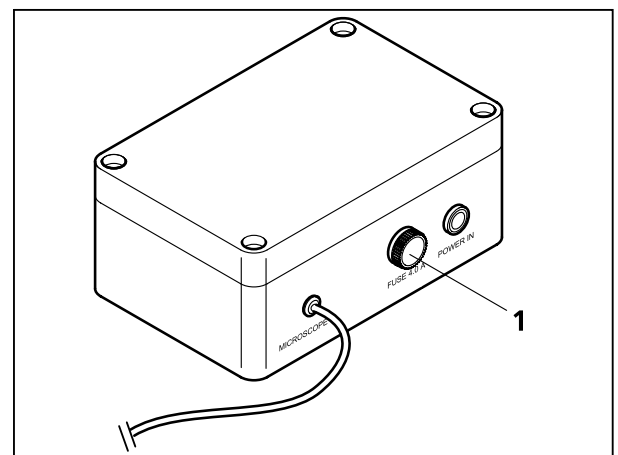

图 15 电池供电单元的背面
- 将保险丝座（图 15/1）从电池供电单元上旋拧出，并更换损坏的保险丝 T4,0 A/H。